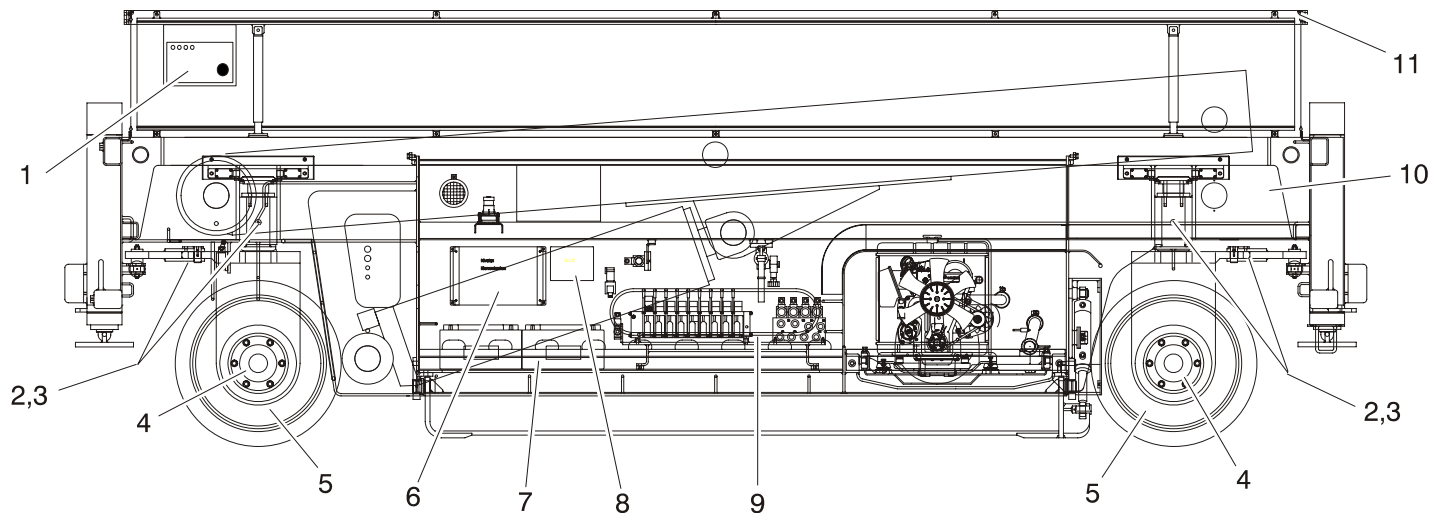

Figura 2-3. Diagrama de inspección visual diaria (Hoja 1 de 4)
5. **Inspección visual** – Consultar la Figura 2-3. a la Figura 2-6.